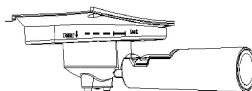

Рис. 1
**2.** Установите сетчатый фильтр на металлическую насадку, затем установите насадку к прибору через положение «Установка» и отпустите нажимной стержень. Поворачивайте ее против часовой стрелки до позиции закрытия, для надежной фиксации к прибору. (Смотрите рис. 1).
2. Затем установите насадку к прибору через положение «Установка», поворачивая ее против часовой стрелки до позиции закрытия, надежно зафиксируйте воронку к прибору. (Смотрите рис. 1).